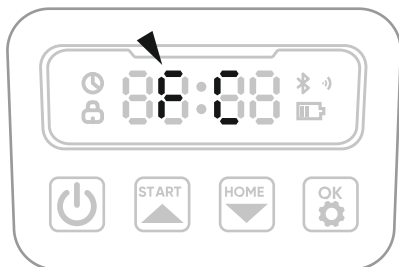

Рис. 23
3) Нажмите «Пуск», затем «ОК». На дисплее отобразится «FC», и газонокосилка отключится от зарядной станции (рис. 23).